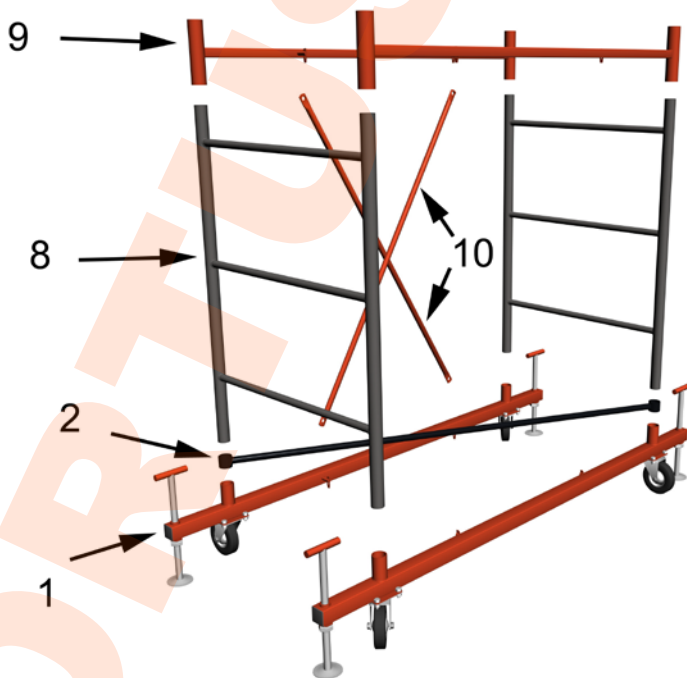

Рис.1
4.1. Сборка основания и секций. (Рис.1)